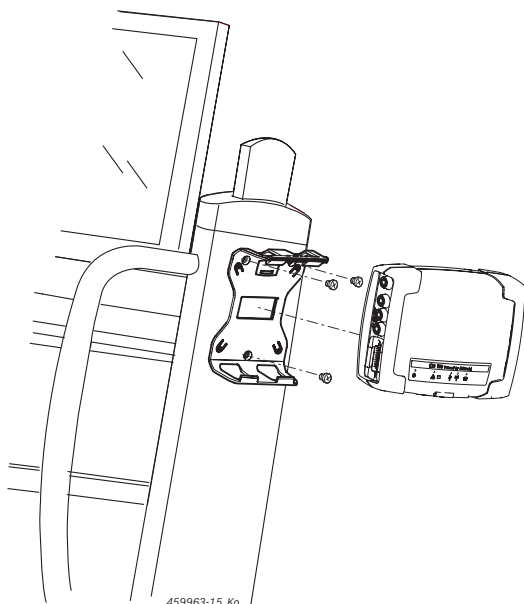

Abb. 7: Montage Befestigungshalter
1. Mit den im Lieferumfang beiliegenden Linsenschrauben den Befestigungshalter an den Fahrwagen schrauben (Abb. 7).